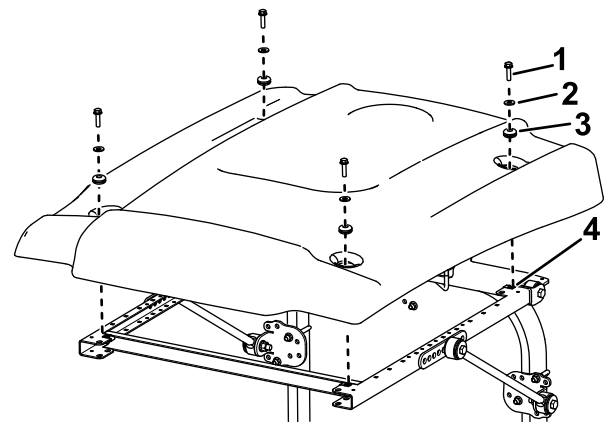

Bild 28
15. Positionieren Sie das Sonnendach beim Ausfluchten der Befestigungslöcher am Rahmen wie in Bild 28 abgebildet.
16. Befestigen Sie jede Ecke des Sonnendachs mit einer Bundkopfschraube (5/16" x 1"), einer kleinen Scheiben und einer Scheibe lose am Rahmen (Bild 28).